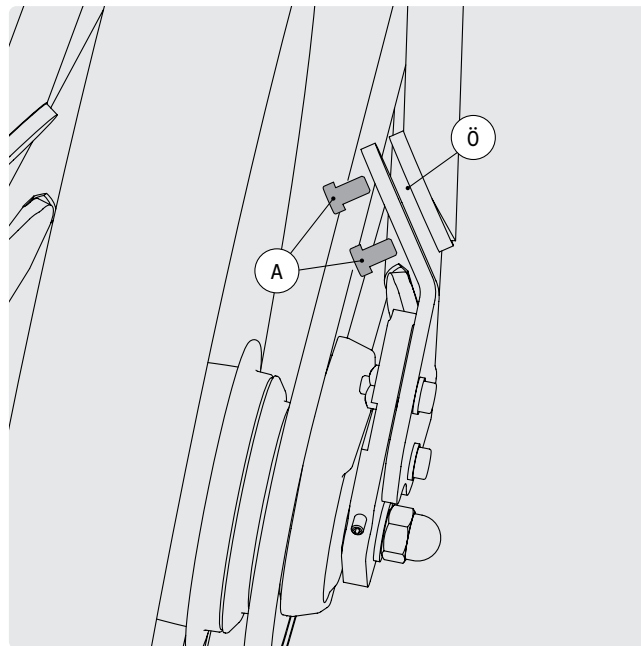

BILD 46
Vid spänning av remmen, gör på samma sätt som vid spänning av kedjan. Titta på bilderna för en bättre förståelse (Bild 46) för följande steg.
- 1 Lossa de båda skruvarna A på ramlåset (Bild 46).